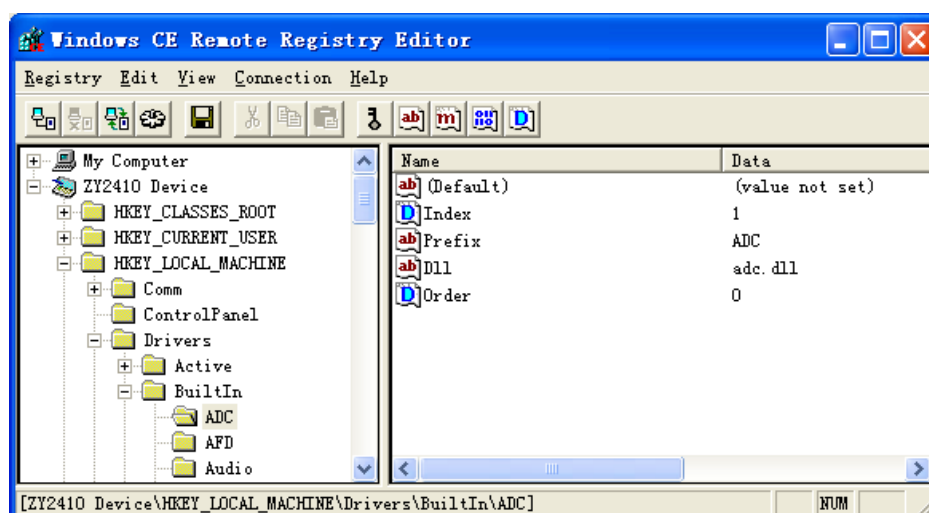

图 2.42 通过 ActiveSync 远程查看 Windows CE 5.0 注册表
16. 自动连接成功后，如图 2.42 所示，在 Windows CE Remote Registry Editor 中可以看到运行于 MagicARM2410 上的 Windows CE 5.0 的注册表内容(当前选择查看 ADC 驱动程序的注册表内容)，还可以编辑这个注册表的内容。